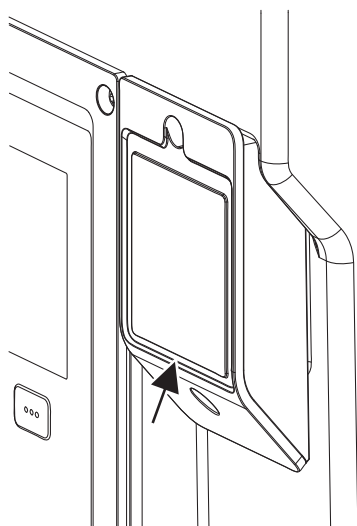

Fig. 27: Afdækning til Wilo-Smart Connect modul BT
1. Løsn skruen på Wilo-Smart Connect-modulafdækningen (Fig. 27), og åbn afdækningen.
På grund af konstruktionen kan Wilo-Smart Connect modul BT kun sættes på i en bestemt retning. Der skal ikke ske nogen yderligere fiksering af selve modulet. Wilo-Smart Connect-modulafdækningen (Fig. 27) på elektronikmodulets overdel holder modulet fast i grænsefladen.